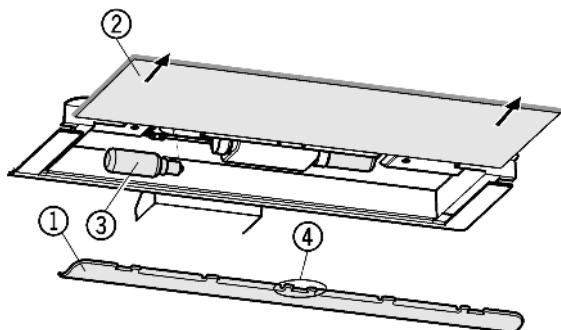

Fig. 23
- ▶ Снятие накладки Fig. 23 (1): сзади возьмитесь пальцем за накладку и снимите её с фиксатора.
- ▶ Извлеките стеклянную полку Fig. 23 (2).
- ▶ Лампу накаливания Fig. 23 (3) замените.
- ▶ Установка накладки на место: защелкните справа и слева, следя за тем, чтобы средний крюк Fig. 23 (4) захватил стеклянную полку.